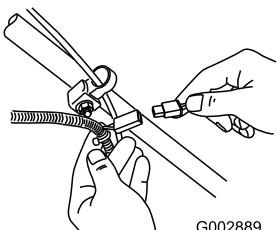

Рисунок 24
- Подсоедините зарядное устройство к жгуту проводки газонокосилки, расположенному под ключом зажигания (Рисунок 24).